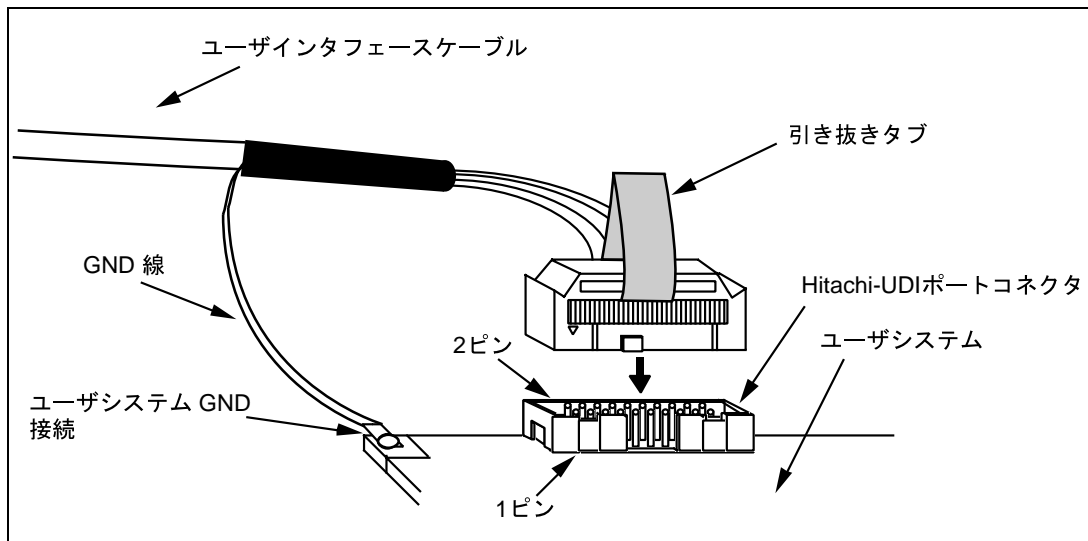

図 2.4 ユーザシステム側のユーザインタフェースケーブル接続方法
- (2) コネクタのピン配置は、「6.2章 コネクタのピン配置」に示すように配置されています。
- (3) コネクタ使用時のユーザインタフェースケーブルの接続方法を図2.4に示します。ケーブルのGND線はユーザシステムのGNDに接続してください。また、GNDにネジ止めする場合は $\phi 3$ (mm)のネジを用意してユーザシステムのGNDに接続してください。